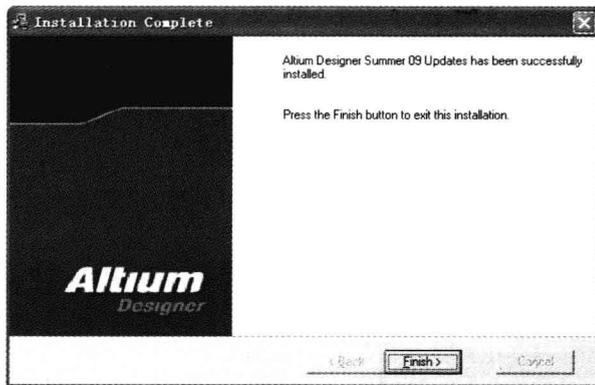

图 1-13 升级成功窗口
(5) 升级完成后，弹出升级成功窗口，如图 1-13 所示。单击 **Finish** 按钮，完成主程序的升级。